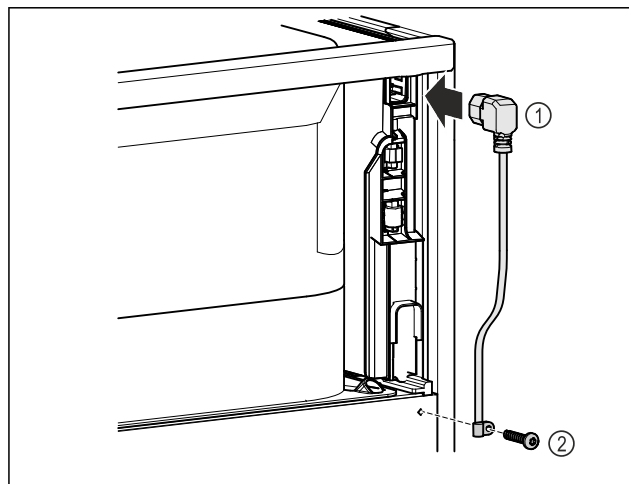

Fig. 8
- Sätt in nätkabelns apparatkontakt Fig. 8 (1) på apparatens baksida.
- Montera dragavlastning. Fig. 8 (2)